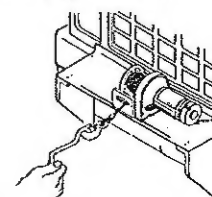

Figura 3
7. **MANTÉNGASE ALEJADO DEL CABRESTANTE, DEL CABLE DE ALAMBRE TENSO Y DEL GANCHO CUANDO ESTÉ OPERANDO EL CABRESTANTE. NUNCA** atravesie el gancho con los dedos cuando enrolle los últimos centímetros de línea. Si su dedo queda atrapado en el gancho, podría perderlo. Use la **BARRA PROTECTORA PARA MANOS (Figura 3)** incluida con